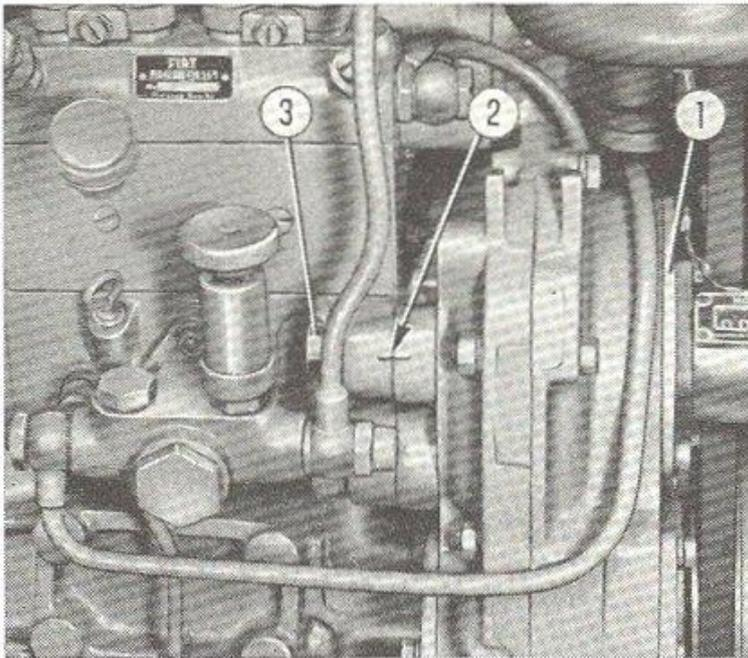
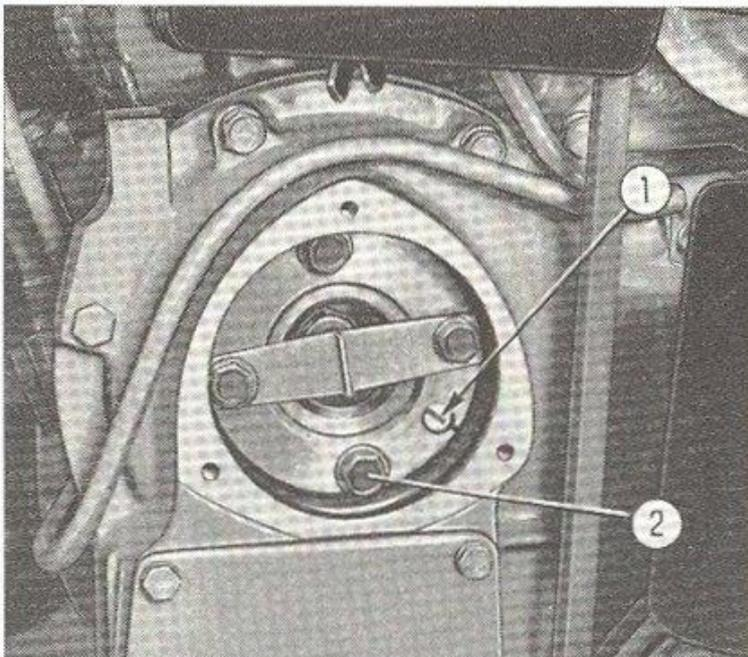

Fig. 26. - Montage de la pompe d'injection sur le moteur.
Fig. 27. - Toc d'entraînement de la pompe d'injection.
- Enlever le couvercle avant (1, fig. 26); à travers cette ouverture enlever les quatre vis de fixation du toc d'entraînement de la pompe (2, fig. 27).
- Après cette opération, pousser la pompe contre son siège et faire coïncider les repères prévus sur le bord extérieur des flasques (2, fig. 26); bloquer ensuite la pompe au moyen des quatre écrous.
- Faire coïncider le repère gravé sur le pignon de commande de la pompe avec celui gravé sur le toc (1, fig. 27); bloquer enfin le toc au moyen de ses quatre vis.
Par contre, si les repères ne coïncident pas, il faudra desserrer les quatre vis fixant le toc d'entraînement (2, fig. 27), et faire tourner le volant du moteur, en tenant le toc arrêté, jusqu'à ce que les repères coïncident. Serrer enfin les vis du toc d'entraînement.